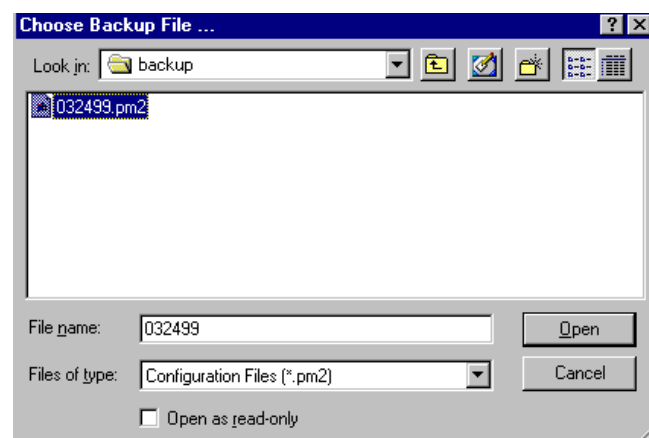

Fig. 13.15
5. La boîte de dialogue Choose Backup File s'affiche quand on appuie sur le bouton de téléchargement amont. Voir Fig. 13.15. Cliquer deux fois sur le fichier de sauvegarde ou le sélectionner et appuyer sur le bouton Open pour le restaurer.